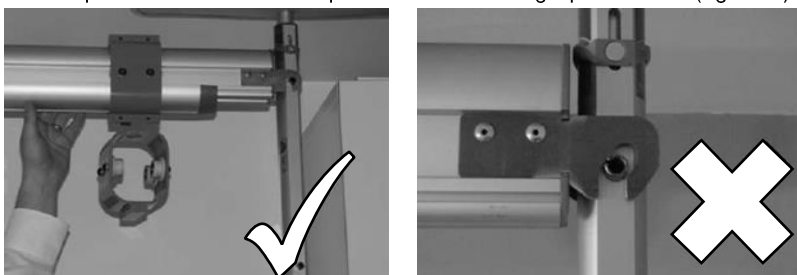

Figure 25 : Position correcte de la goupille à ressort
- Assurez-vous que le connecteur du rail repose correctement sur la goupille à ressort. Ne laissez pas le connecteur de rail reposer au-dessus de la goupille à ressort (Figure 25).